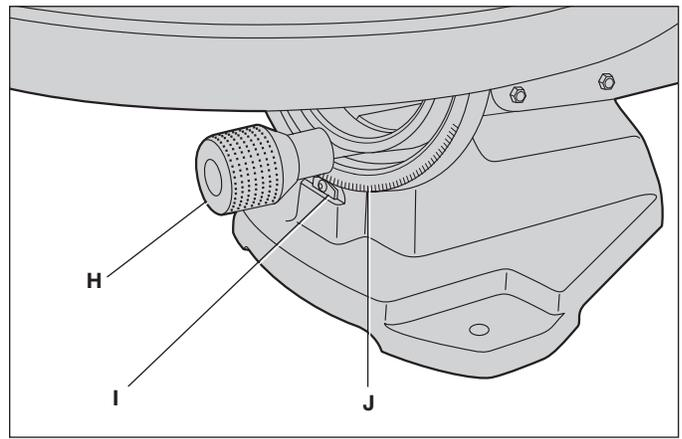

FIG. 10
La table de la scie à découper permet d'effectuer des coupes en biseau à 45° à gauche et à droite. Il y a une détente à 0°. Pour incliner la table de la scie à découper, desserrer le bouton de verrouillage des biseaux (H) fig. 10, et incliner la table à l'angle voulu (J) indiqué par l'indicateur de biseau (I).